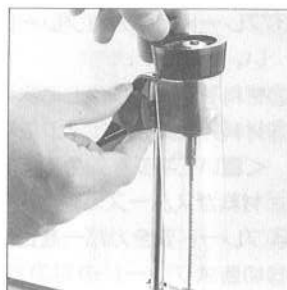

図7
- ブレード安全カバーは、安全カバー固定ネジで締めつけてください。(図7参照)